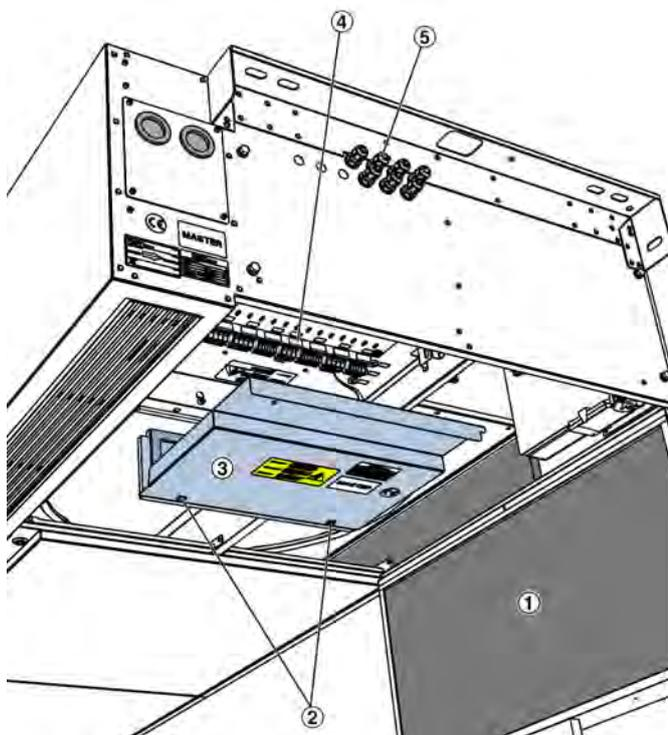

Abb. 53: Elektroanschlüsse SCHOOLAIR-D-HV
1. ▶ Den Revisionsdeckel (Abb. 53 /1) des Lüftungsgerätes öffnen ☞ 8.1.2.1 „Revisionsdeckel öffnen/schließen“ auf Seite 54 .
2. ▶ Revisionsdeckel Regelung (Abb. 53 /3) demonstrieren, dazu die Vierteldrehverschlüsse (Abb. 53 /2) lösen und den Deckel abnehmen.
Der 230 Volt Anschlussbereich unterhalb der Anschlussklemmen (Abb. 53 /4) darf nicht geöffnet werden.
3. ▶ Lüftungsgerät an den Anschlussklemmen (Abb. 53 /4) anschließen, entsprechend der nachfolgenden Informationen. Dabei die Anschlussleitungen durch die Gehäusedurchführungen (Abb. 53 /5) legen und im Gerät eine Leitungsreserve (ca. 30 cm) legen.